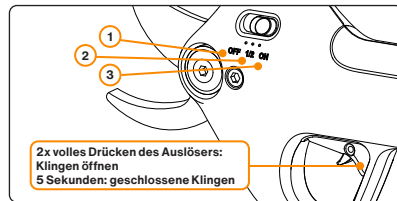

Abbildung 4: Verschiedene Stufen des Netzschalters und der Klängenöffnung.
- Nach Betätigung des Auslösers wird die Rücklaufposition durch die Schalterstellung festgelegt. Siehe Abbildung 4.